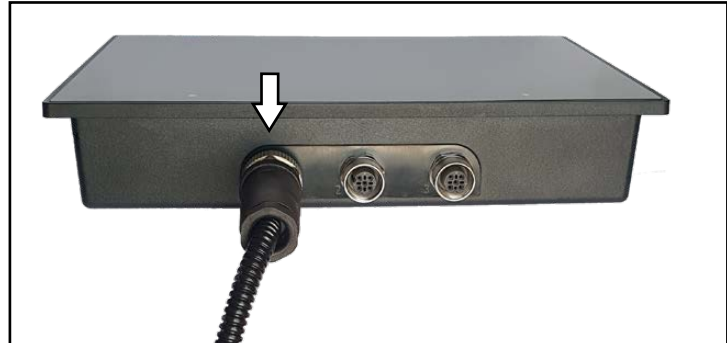

Abb. 11: Anschlusskabel am Anschluss 1 des Terminals angeschlossen
2. Bringen Sie den M12-Stecker des Anschlusskabels am Anschluss 1 des Terminals an (siehe Abb. 11 und Abb. 12 – A). (Der Stecker wird durch Verschrauben fixiert.)